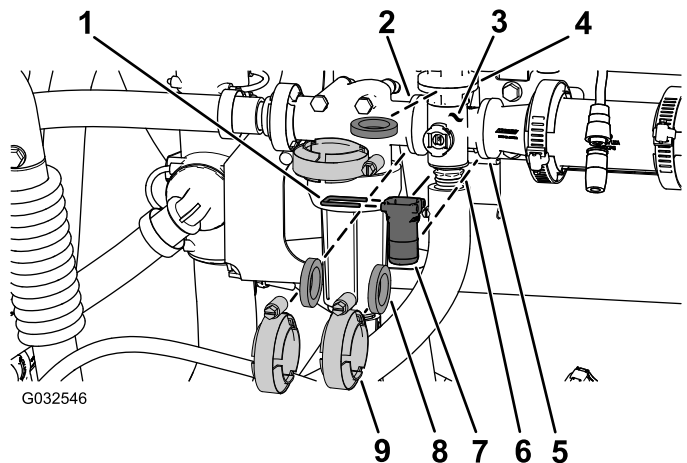

Figure 100
1. Déposez les colliers, les joints, le raccord rapide et la goupille du raccord rapide qui fixent le collecteur de la vanne d'agitation à la vanne de dérivation d'agitation, la tête du filtre sous pression, l'accouplement réducteur et le raccord adaptateur (régulateur de pression d'agitation), comme montré à la Figure 100.